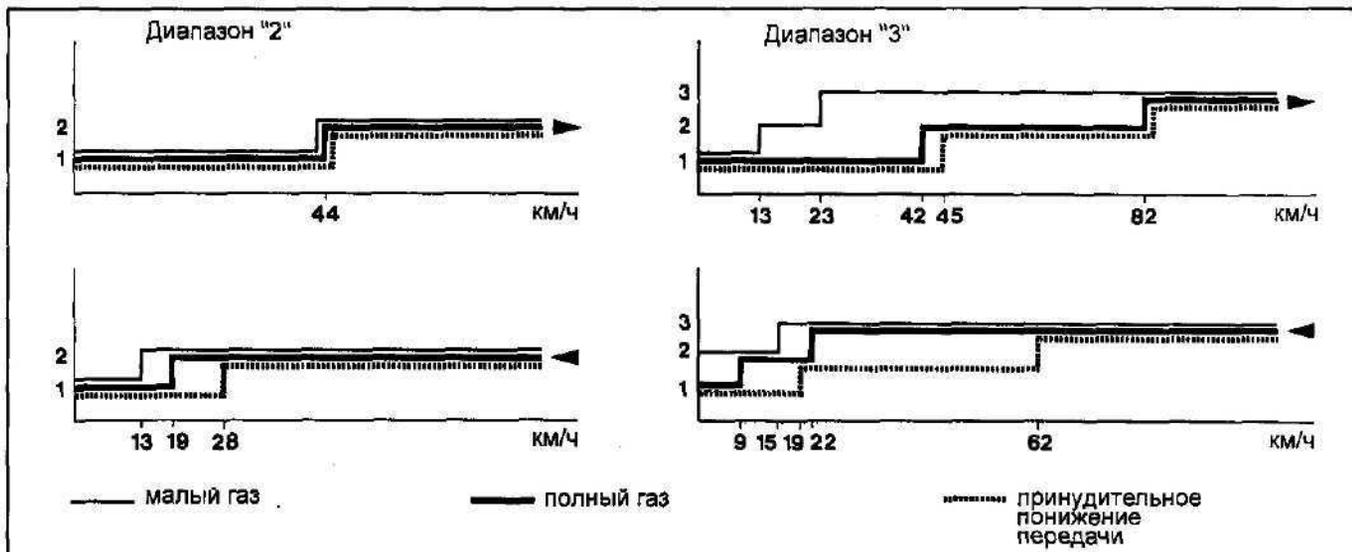

Рис. 3. Примерные диаграммы переключения передач на диапазонах "3" и "2".
Вспомогательный насос работает только при буксировке транспортного средства и запуске двигателя с помощью буксира (рис. 3 цв.). Насос приводится во вращение зубчатой передачей внешнего зацепления, установленной в задней части коробки передач. Вспомогательный насос работает только при не заведенном двигателе и буксировке транспортного средства. Он обеспечивает включение ленточного тормоза В2. Привод вспомогательного насоса отключается с помощью поршня (76), приводимого в движение давлением основного насоса.